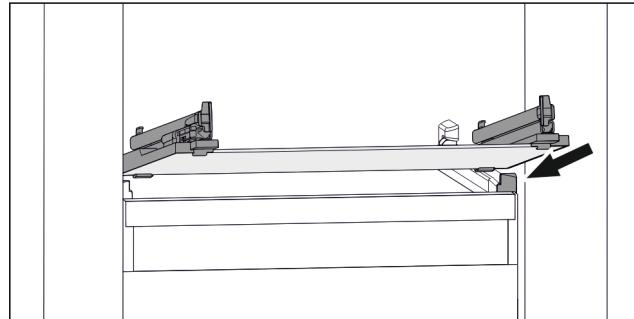

Fig. 113 Приблизне відображення скляної пластини
- Встановити скляну пластину за стопорами навколо. (див. Fig. 113)